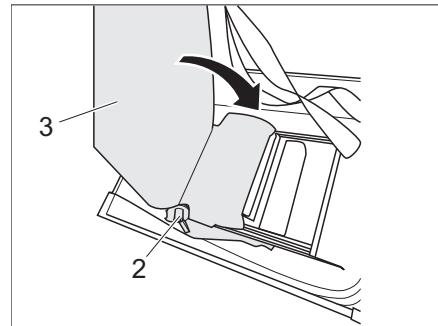

Bild 214 Förvara ryggstödet i bänken
- Tryck på spak 1 (Bild 214,2) och fäll ryggstödet (Bild 214,3) inåt.